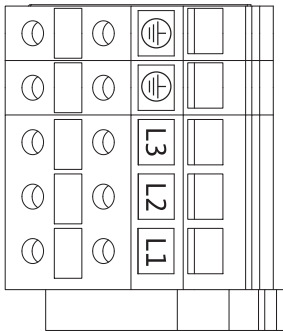

Fig. 26: Effektplintar (nätanslutningsplintar)
- Effektplintar (nätanslutningsplintar) (fig. 26)